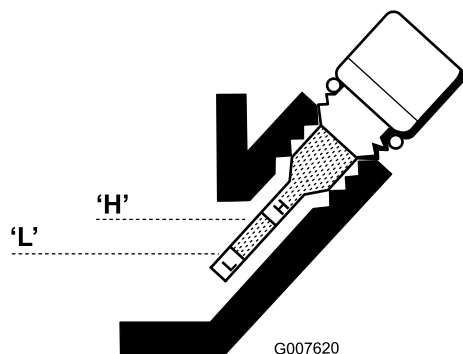

Рисунок 35
5. Протрите масломерный щуп дочиста и вставьте его в заливное отверстие. Не заворачивайте щуп в отверстие. Затем извлеките щуп и проверьте уровень масла. Если уровень низкий, добавьте ровно столько масла, чтобы поднять уровень до области между метками «Н» и «L» на щупе (Рисунок 35). Проверьте уровень масла. Не допускайте переполнения.